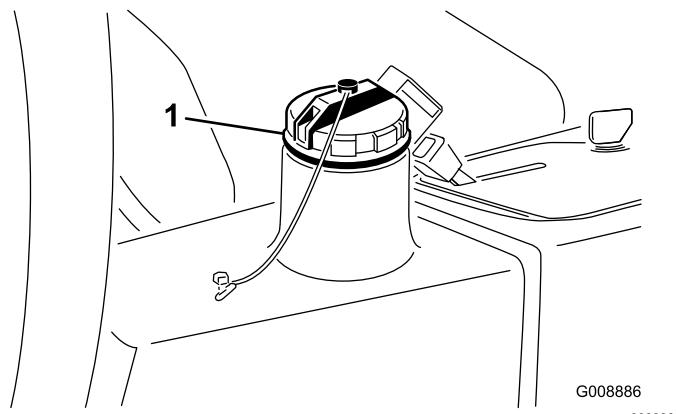

Figure 77
5. Remplissez le réservoir (Figure 77) de liquide hydraulique ; voir Contrôle du niveau de liquide hydraulique \(page 53\).